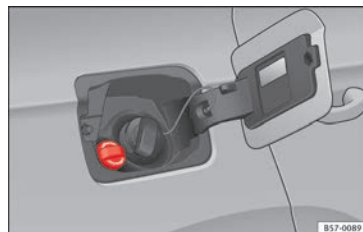

Fig. 228 Tapón de la boca de llenado del depósito de AdBlue.
- Abra la tapa del depósito » **fig. 228.**
- Desenrosque la botella en el sentido contrario al de las agujas del reloj y extraíga la hacia arriba con cuidado » ❶.
- Gire el tapón de cierre de la boca de llenado de SCR hacia la izquierda » **fig. 228.**